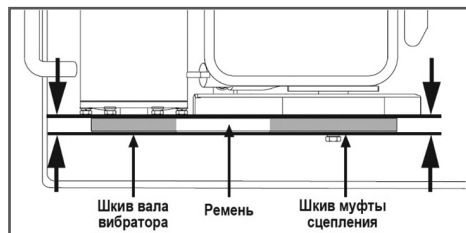

Рис. 25. Проверка плоскости шкивов и ремня
5. Убедитесь, что ремни и шкивы вала вибратора и муфты сцепления находятся в одной плоскости (Рис. 25).
5. Сдвигая двигатель в сторону от вибратора, проверяйте натяжение ремня. При этом нужно контролировать, чтобы ремень и шкивы вала вибратора и муфты сцепления были в одной плоскости (Рис. 25).
3. Ослабьте гайки резиновых амортизаторов, которые соединяют раму 1 с двигателем и рабочую плиту 3 (Рис. 25).